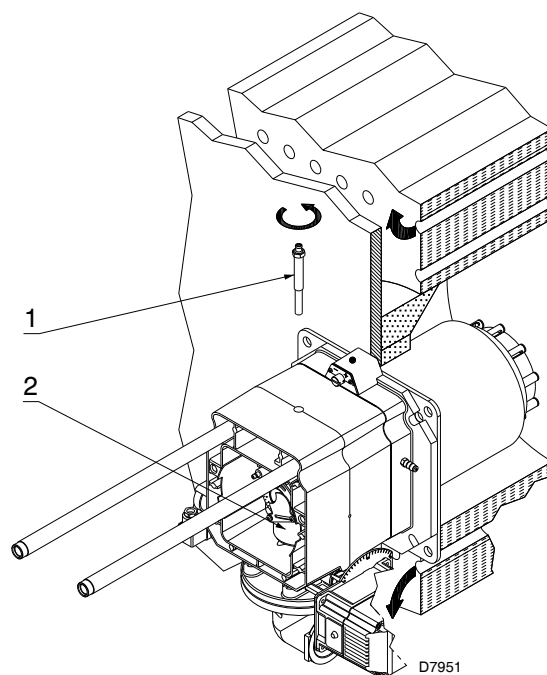

图 14
- 拆下螺丝 1)(图 14)
- 取出燃烧头的内部部件 2)(图 14)，进行调节。
在安装的这一步中，将燃烧头固定到锅炉上，如图 14 所示。